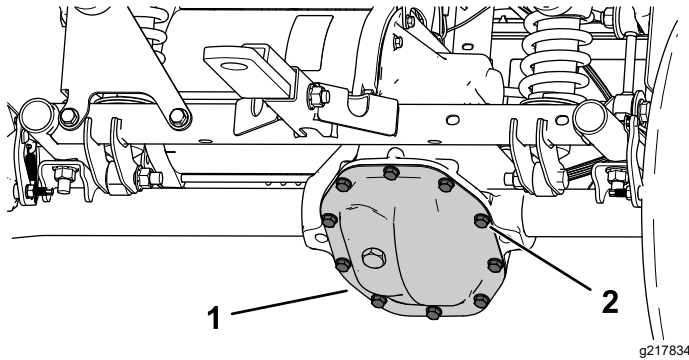

Bild 50
1. Stellen Sie eine Auffangwanne unter die Getriebeabdeckung (Bild 50).
2. Entfernen Sie die Schrauben von der Getriebeabdeckung und lassen Sie die Flüssigkeit ganz ab (Bild 50).